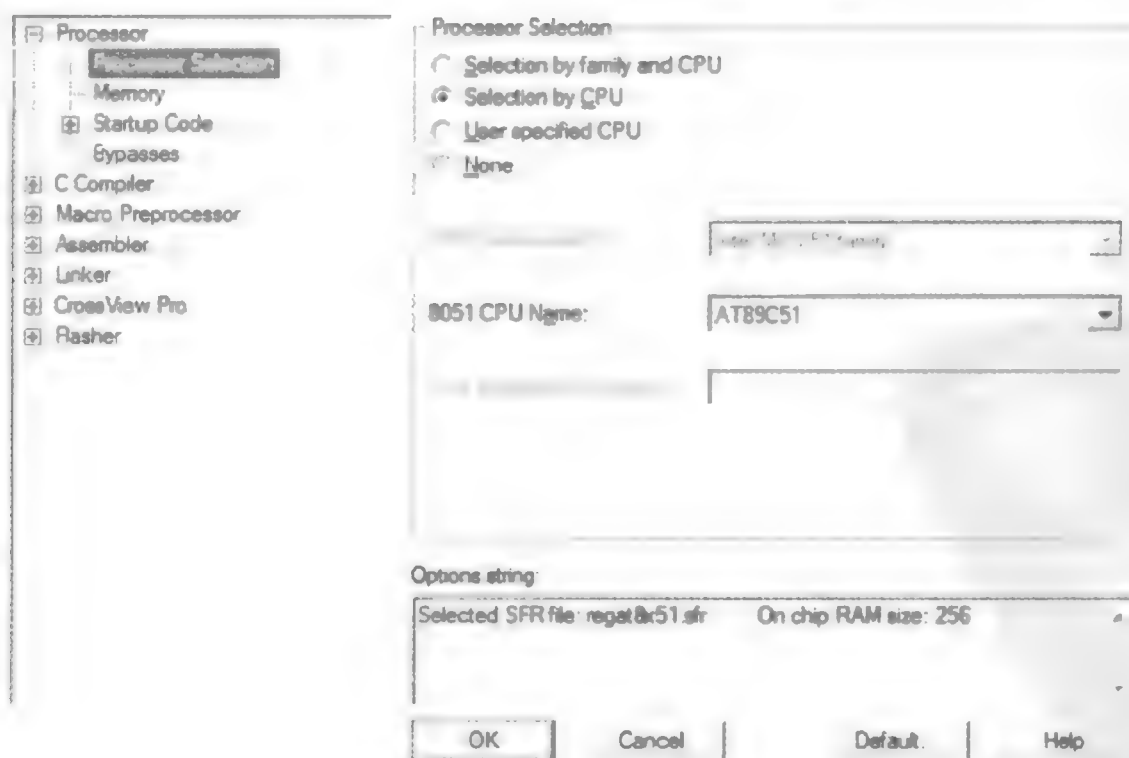

图 5.3.13 选择处理器
(5) 单击 EDE 主窗口的按钮 ，打开工程选项窗口，在 Processor→Processor Selection 面板，在下拉菜单 8051 CPU Name 中选择 AT89C51 选项，如图 5.3.13 所示。